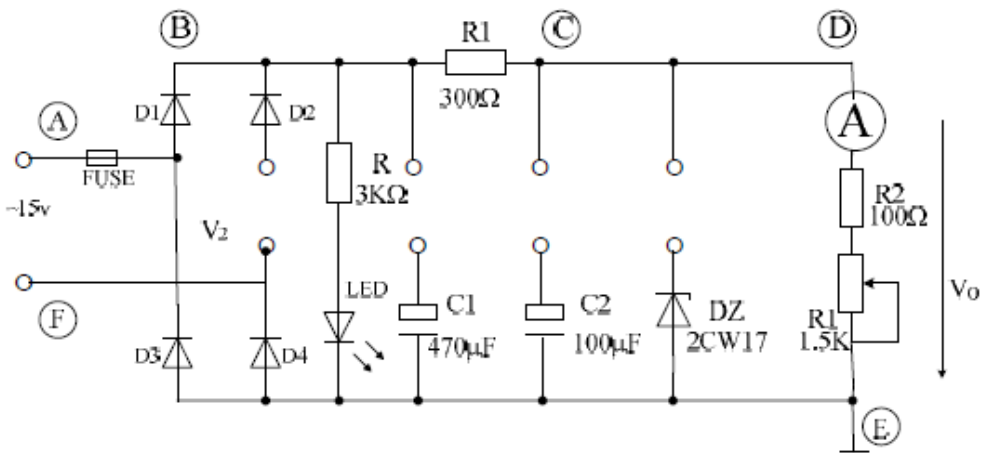

图 13-2 整流、滤波和稳压电路
- 2. 电路如图13-2 所示。按图连接电路，桥式整流输入电压 v_i 接15V 低压交流电源。负载支路接入直流电流表，观察电流表是否有读数。